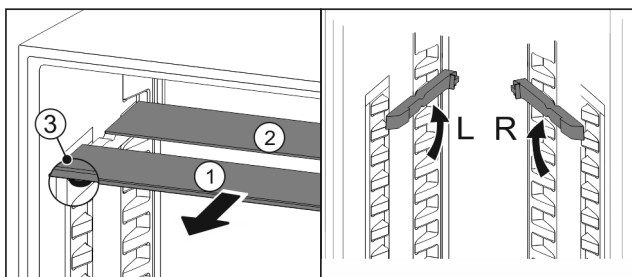

Fig. 115
- Izvucite Fig. 115 (1) staklene ploče jednu po jednu prema naprijed.
- Staklena ploča Fig. 115 (1) s ukrasnom letvicom nalazi se sprijeda.
- Zaustavljači Fig. 115 (3) su usmjereni prema dolje.